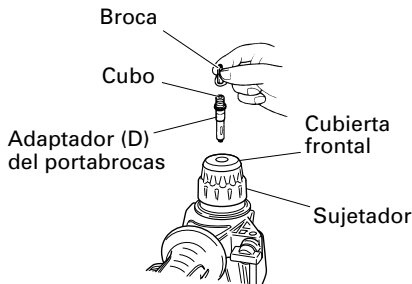

Fig. 11
4. Cuando coloque tornillos para metal (Fig. 11)
- **No intente utilizar el martillo perforador con la función de rotación y golpeteo con el adaptador del portabrocas (D) y la broca instalados.**
5. Atornillando tornillos para madera (Fig. 11)